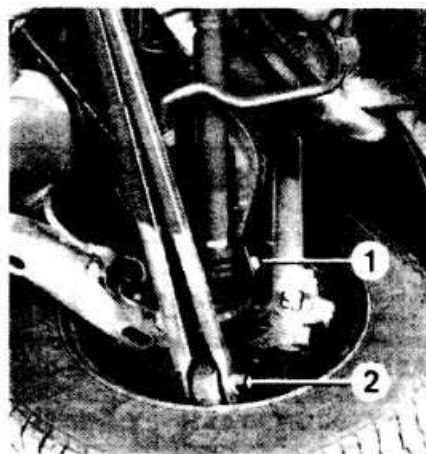

Рис. 11-2. Болты крепления верхнего (1) и нижнего (2) поперечных рычагов подвески к кронштейну ступицы
- Отвернуть болт шарнирного крепления верхнего рычага к кронштейну ступицы (рис. 11-2).